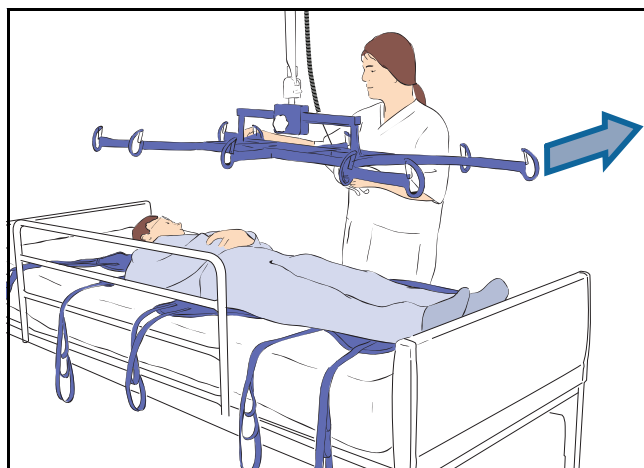

Fig. 17
- 12) Aleje el bastidor del paciente (consulte la Fig. 17).